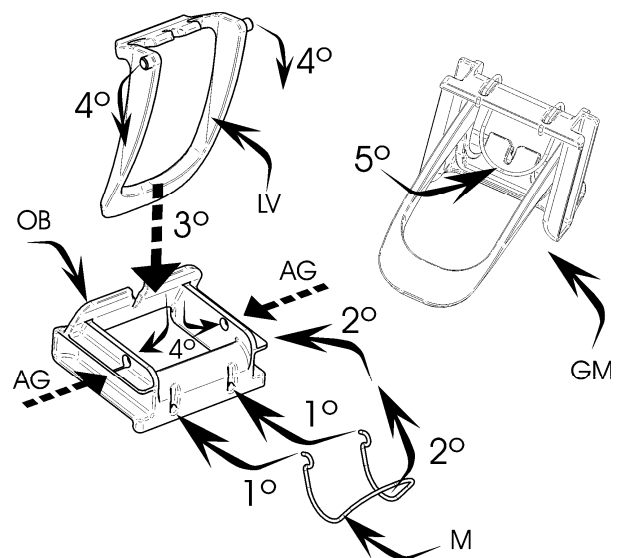

Abbildung 11
9.- Um die Bestandteile des Hahnkörpers wieder zusammenzusetzen, gehen Sie bitte wie folgt vor (**Abb. 11**):